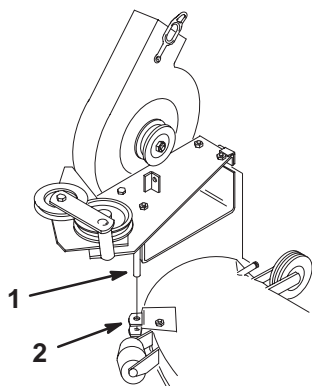

Figure 38
2. Pour déposer le souffleur, sortez l'axe de pivot du support où il se trouve (Fig. 38).